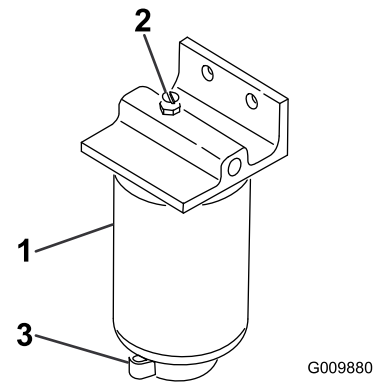

Figura 53
3. Afloje la válvula de vaciado en la parte inferior del cartucho del filtro (Figura 53).
2. Limpie la zona de montaje del cartucho del filtro (Figura 53).